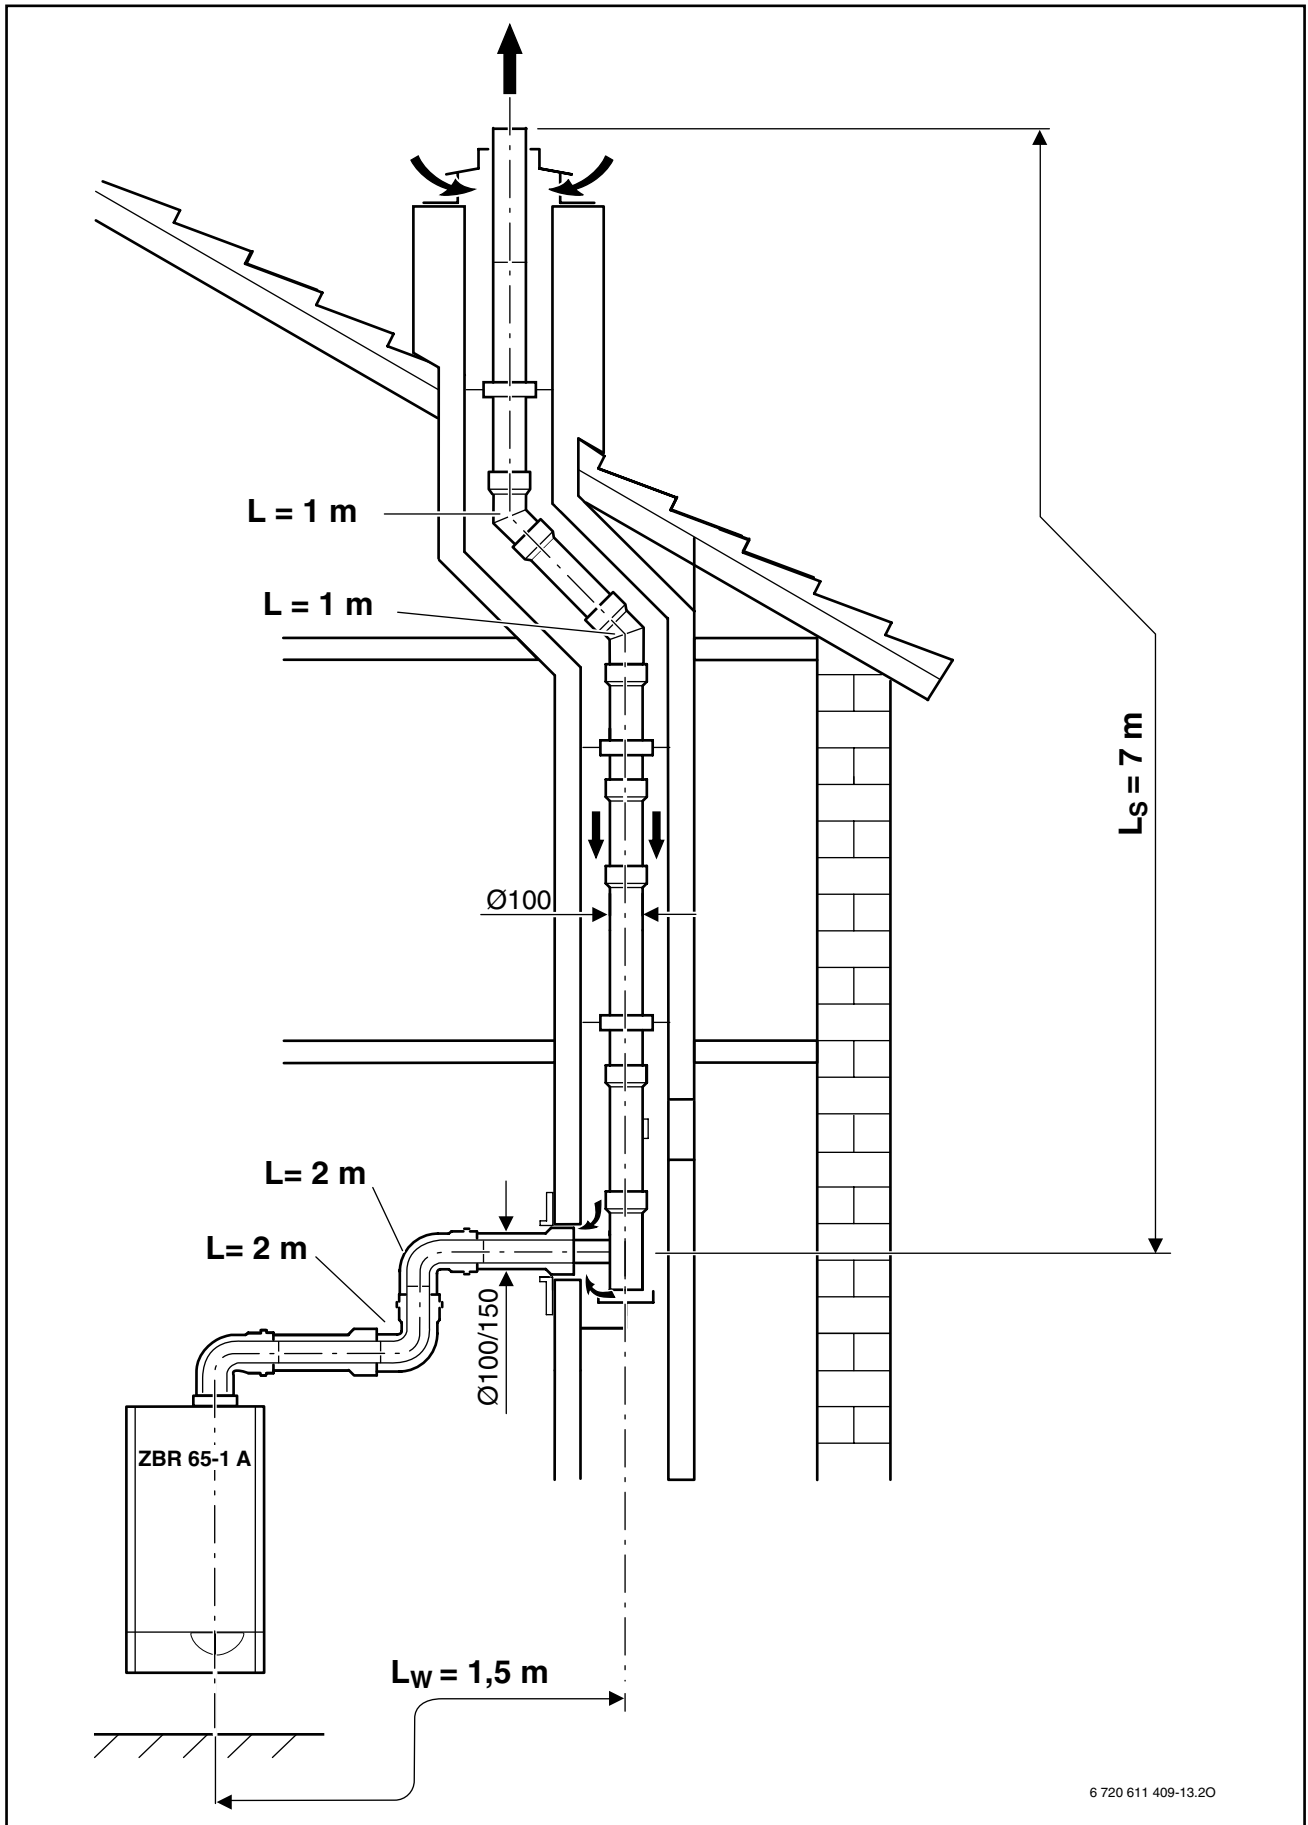

Fig. 12
3.4 Exemplu pentru calcularea lungimilor tubulaturii pentru gazele arse (Fig. 12)